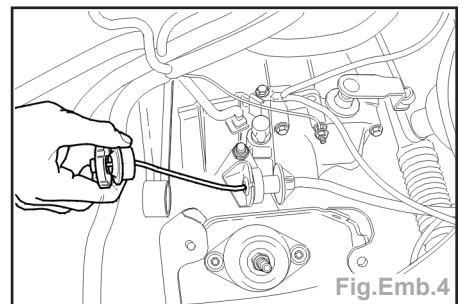

Fig.Emb.4
- Tirer sur le câble de commande de débrayage pour le déposer du levier de débrayage (Fig.Emb.4).